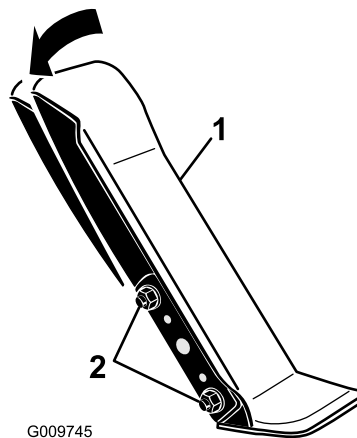

Figura 92
1. Allentare i 2 dadi e bulloni che fissano il lato sinistro del pedale di trazione alla staffa (Figura 92).
2. Inclinate il pedale nell'angolazione desiderata e stringete i dadi (Figura 92).